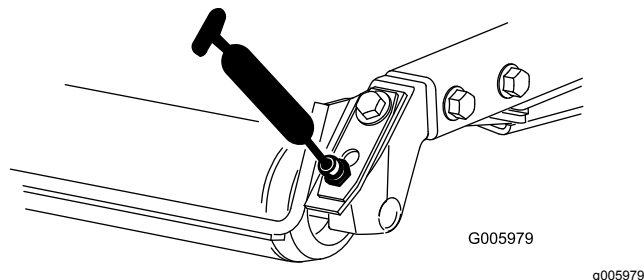

Рисунок 31
- Задние роликоподшипники (2 на режущий блок) (Рисунок 31)